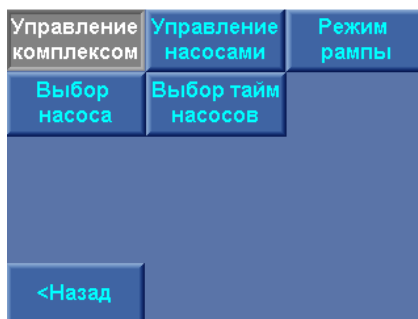
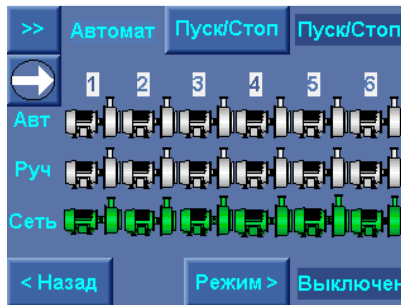

Рис. 9.1. Меню Управление комплексом
Рис. 9.2. Меню Управление насосами
Меню предназначено для перехода к меню управления режимами работы насосов и тестового пуска насосов в режиме рампы. Внешний вид меню представлен на рис. 8.1. Переход к меню производится из Меню перехода (рис. 9.1) касанием («нажатием») клавиши «**Управление**».
Из меню рис. 9.1 нажатием соответствующих кнопок производится переход в меню
Управление режимами работы насосов и их прямой пуск от сети производится в меню Управление насосами. Переход в меню производится без пароля доступа нажатием клавиши «**Управление насосами**» меню Управление комплексом (рис. 9.1). Меню Управление представлено на рис. 9.2.
Переход к меню производится без пароля доступа нажатием клавиши «Режим рампы» меню Управление комплексом (рис. 9.1).
1) Выбрать порядковый номер насоса из числа индицируемых насосов в строке «Вкл». В случае, если переключатель «Режим» выбранного насоса находится в положении «Авт.» (рис. 6.1), а его символ не индицируется в строке «Вкл» экрана меню Рампового пуска, необходимо в меню Управления насосами (рис. 9.2) установить режим выбранного насоса «Авт», или последовательно установить переключатель «Режим» этого насоса в положение «0», затем – «Авт» (рис. 6.1), произведя тем самым сброс виртуального отключения насоса из режима автоматического регулирования.
Для перехода в меню индикации показаний датчиков (рис. 8.11) необходимо последовательным нажатием клавиши «Параметр >>>» меню Рамповый пуск (рис. 9.2) в стеке параметра установить значение «Датчики», после чего нажать клавишу «Выбрать».